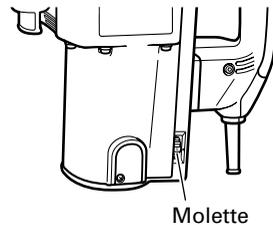

Fig. 3
7. Réglage du nombre de rotations et de percussion (Fig. 3)